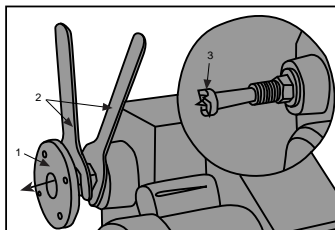
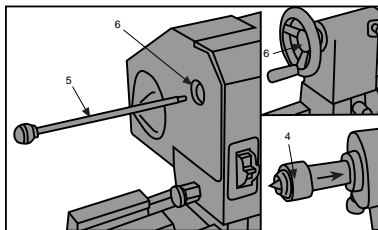

Figura 5
Figura 6
1. Remueva el plato soporte (1) del eje del cabezal fijo, utilizando las dos llaves planas (2) para separar el plato soporte de las tuercas. (Figura 5)
2. Inserte la punta de la espuela del cabezal fijo (3) en el hoyo del eje.
3. Inserte la punta del cojinete (4) en el hoyo del cabezal móvil. (Figura 6)
4. Para quitar la punta de espuela del cabezal fijo o la punta de cojinete del cabezal móvil, inserte la varilla de expulsión (5) en el orificio (6) en el lado opuesto del cabezal fijo o cabezal móvil, después de retirar la punta deseada, remueva la varilla y guárdela en un lugar seguro.